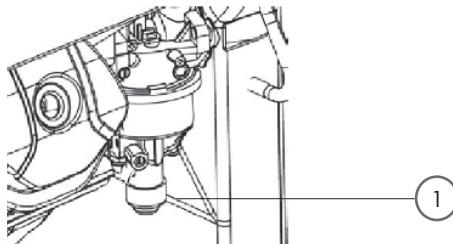

Рис.15
2. Снять крышку топливного бака и сливную пробку (1) (рис. 15) с бачка карбюратора и слить топливо в подходящую емкость.